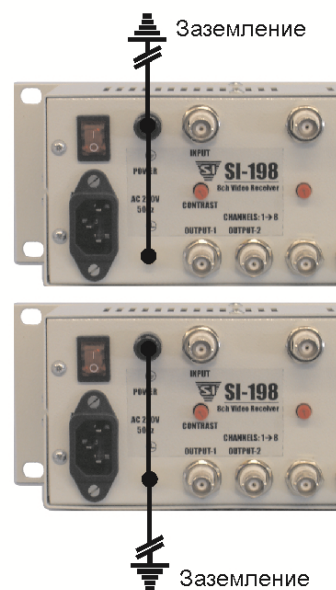

Рис. 2.
5.2. Внимание! Приемник должен быть заземлен в соответствии с рис.2. Площадь поперечного сечения проводов заземления должна быть не менее 0,8 мм². Схема заземления приемника должна быть двухпроводной. Запрещается соединение приемника с «землей» одним проводом (см. рис.2). Приемник подключается к электросети через трехконтактную розетку с клеммой защитного зануления.